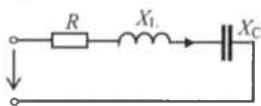

Рис. 1.1
15. Напишите формулу полного сопротивления этой цепи (рис. 1.1 и рис 1.2):